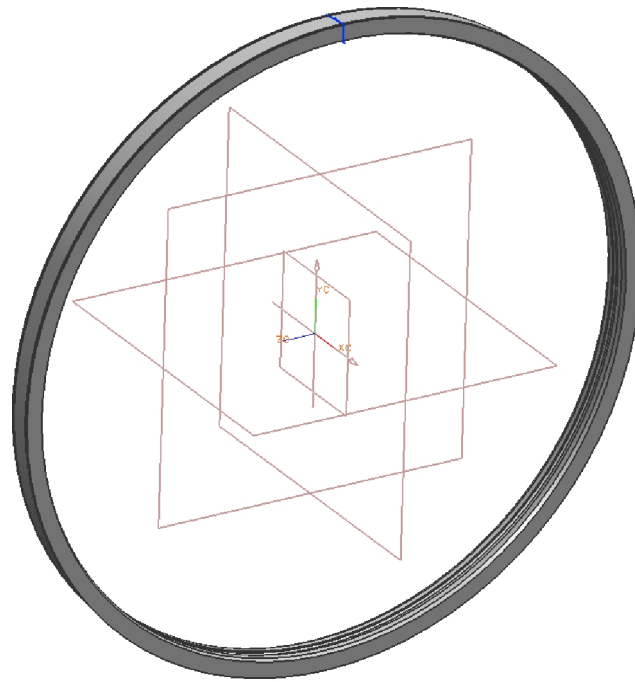

Рис. 84. Тело вращения проставки
6. Используя полученное сечение, создайте тело вращения: **Revolved Body: Insert** → **Design Feature** → **Revolve...** Выберите в графической области созданный эскиз (цвет контура эскиза изменится), нажмите **OK**. Выберите метод построения **Axis and Angle**. В качестве вектора, вокруг которого будет выполнено вращение эскиза - выберите ось **XC**, принимаем по умолчанию предлагаемый начальный угол 0 градусов и конечный угол 360. В результате должно получиться тело вращения (Рис. 84).